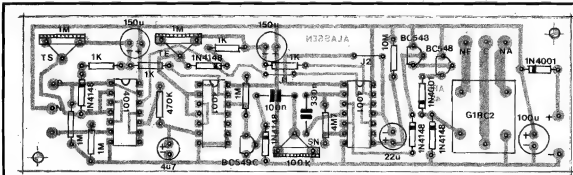

Fig.3
- FIG. 3 - "CHAPEADO" DA MONTAGEM - Apesar de apresentar uma quantidade de componentes um pouco acima da média (com relação às demais montagens e projetos costumadamente mostrados nas páginas de APE...), não deve constituir problema ao Hobbysta atento e cuidadoso. AL-